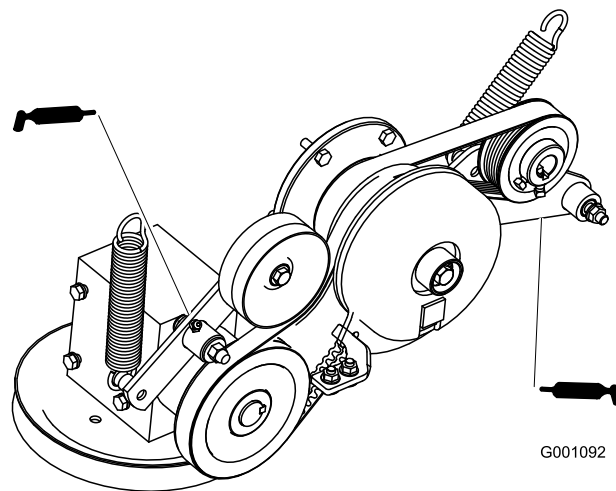

Figure 26
6. Graissez le bras de la poulie de tension de la courroie d'entraînement de PDF (Figure 26).
7. Graissez le bras de la poulie de tension de la courroie de pompe (Figure 26).